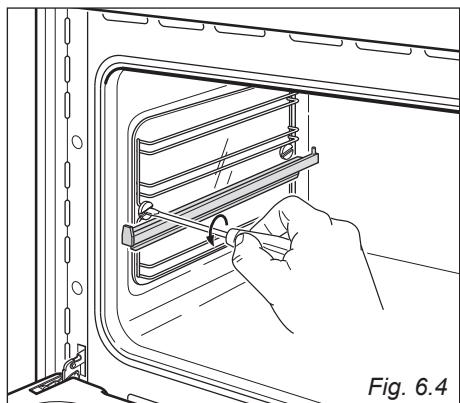

Fig. 6.4
- Retirez les grilles latérales en dévissant les vis de fixation (fig. 6.4).